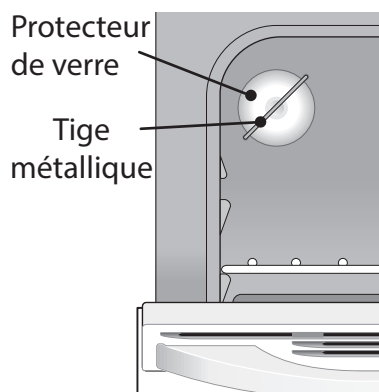

Figure 89: Ampoule de four protégée par un bouclier thermique en verre
1. La lampe du four est située sur la paroi arrière du four; elle est recouverte d'un verre de protection. La protection en verre doit être en place lorsque le four est en cours d'utilisation (Figure 89).